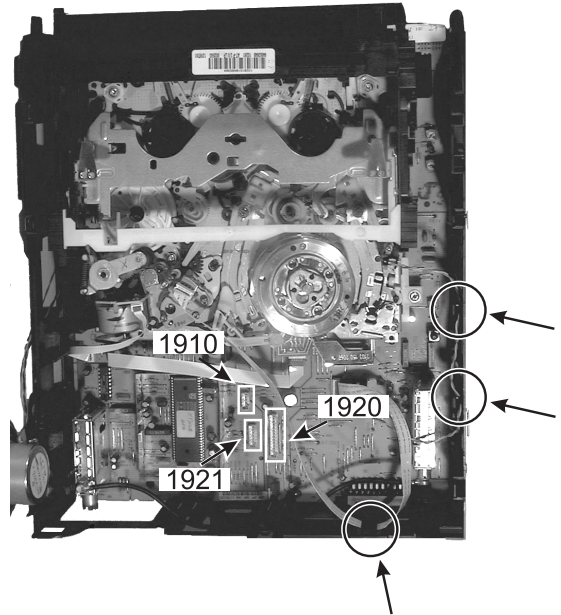

Figura 4-7
11. Retirar de las guías los cables que se conducen en el cerco, tales como el cable del cabezal de borrado y el cable de la cabeza A/C al Motherboard (ver figura 4-7).
12. Desenchufar los conectores 1910, 1920 y 1921 (ver figura 4-7)